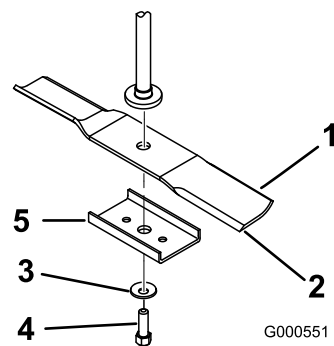
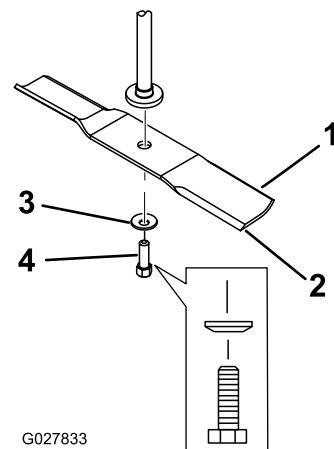

Figura 52
Figura 53
2. Retire o esticador da lâmina (apenas plataformas de 81 cm), o parafuso da lâmina, a anilha curva e lâmina do eixo (Figura 52 e Figura 53).